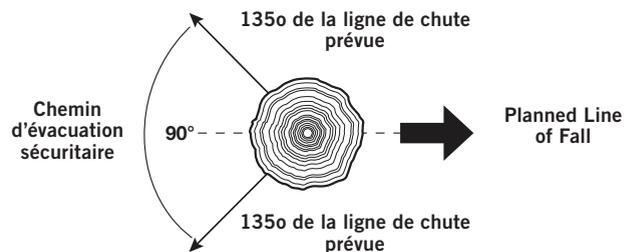

Fig. 9
- Déterminez un chemin d'évacuation rapide et sécuritaire. Dégagez la zone autour de l'arbre et assurez-vous que le chemin d'évacuation n'est pas obstrué. Établissez un chemin d'évacuation de 90°, sur environ 135° par rapport à la ligne de chute prévue (Fig. 9).